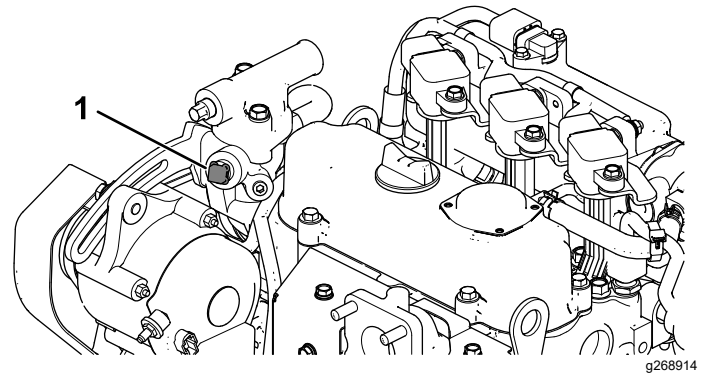

図 12
- A. サーモスタットハウジングのプラグを外す  図 12。